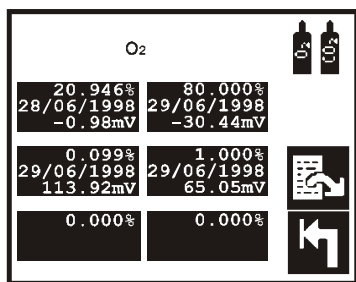
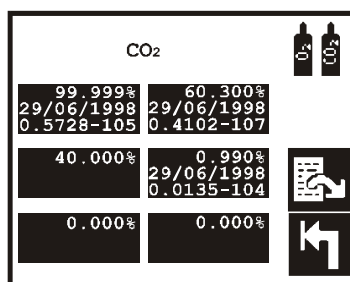

Рис. 2. калибровочные газы O₂
Рис. 3. калибровочные газы CO₂
Пример: из рис. 2. и рис. 3. 2 калибровочных газа используются, соответственно.
5. Нажмите на пустое поле диалогового экрана (см рис. 2. и рис. 3.) введите концентрацию газа. Проверьте поле „значение анализа“ чтобы найти концентрацию газа на сертификате калибровочного газа.